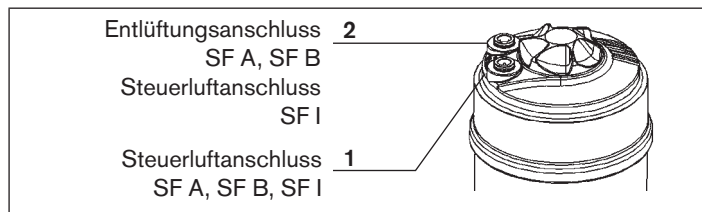

Bild 19: Anschlüsse
→ Steuermedium an Steuerluftanschluss 1 des Antriebs anschließen (siehe „Bild 19: Anschlüsse“).
→ Schalldämpfer in den freien Entlüftungsanschluss 2 stecken (siehe „Bild 19: Anschlüsse“).
- Steuermedium an Steuerluftanschluss 1 und 2 des Antriebs (siehe „Bild 19: Anschlüsse“)